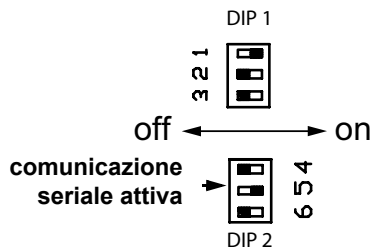

Figura 5.22
- Verificare che la posizione dei jumper sia come in Figura 5.22
- Nel caso di Zona in Alta temperatura (AT) comandata da termostato ambiente è possibile regolare la temperatura di mandata